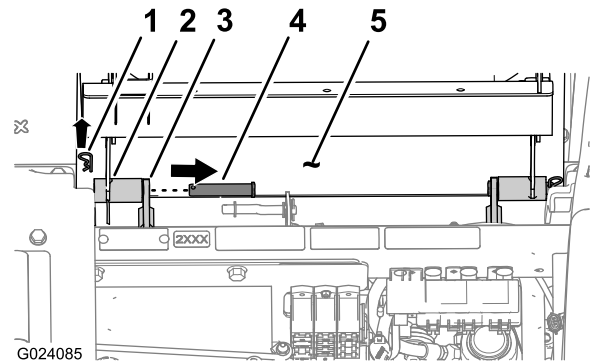

Figura 63
- Introduzca los 2 pasadores de giro que sujetan el asiento y la base del asiento al chasis (Figura 63).
- Instale las 2 chavetas que sujetan el soporte de giro de la base del asiento a los soportes del chasis (Figura 63).